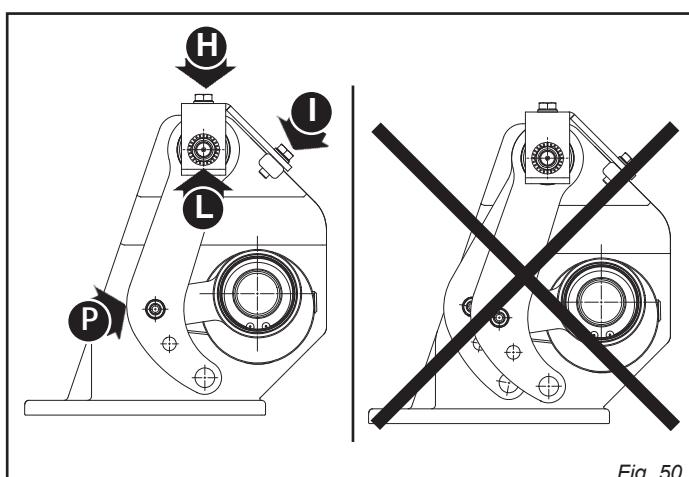

Fig. 50
- ATTENZIONE:** non serrare le viti senza aver allineato correttamente le forcelle (P, Fig. 50).